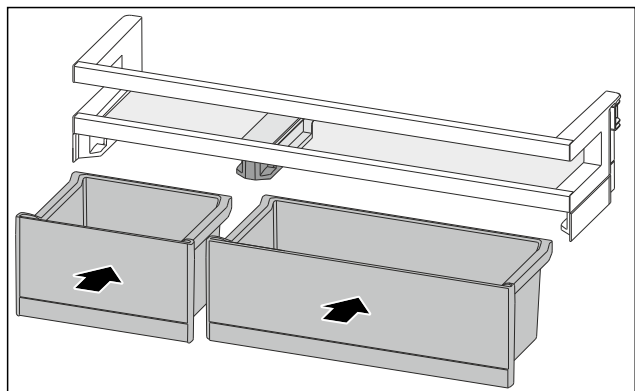

Fig. 88
- Installer les VarioBoxes dans l'agencement inverse. (voir Fig. 88)